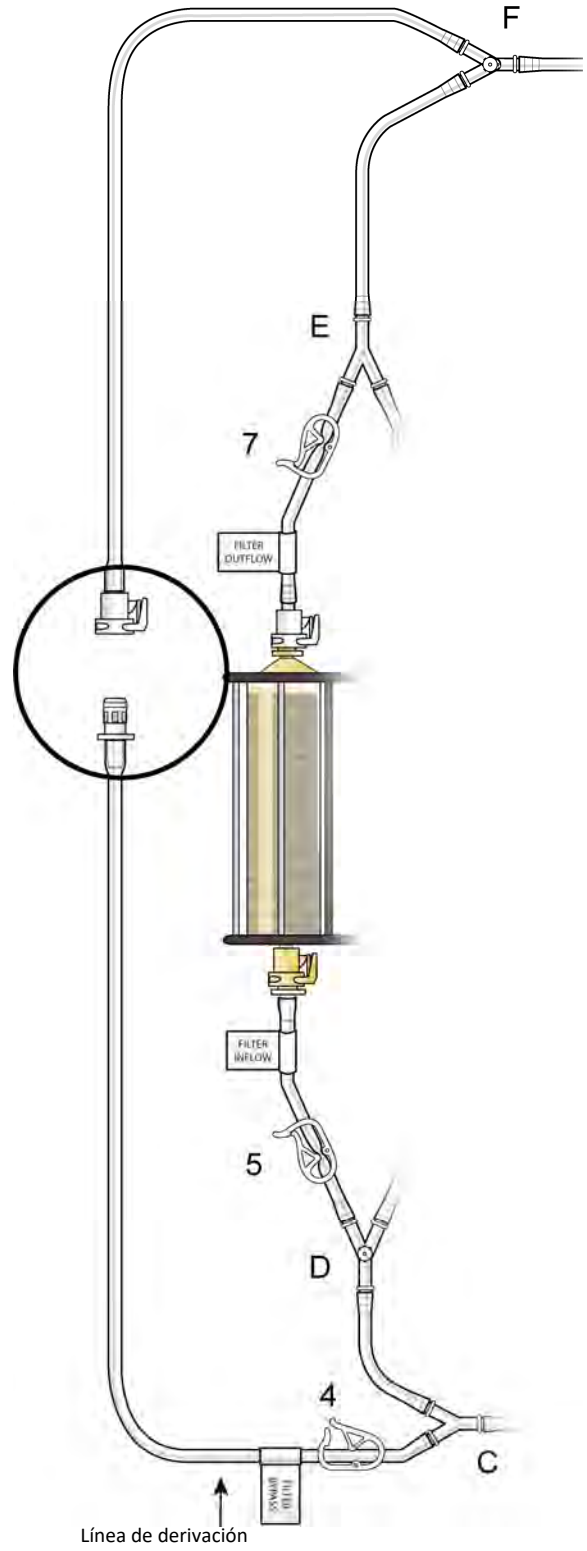

Figura 9
- (h) Ensamble los dos extremos de la línea de derivación presionando los conectores rápidos juntos (presione y haga clic); véase la figura 9.